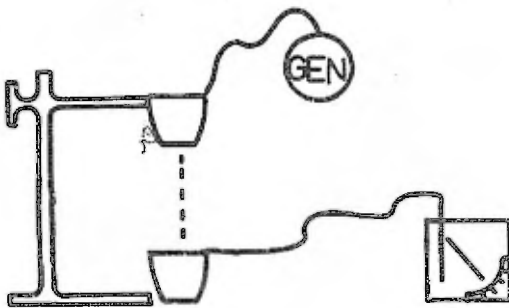

Fig. 1
1.- Indique el funcionamiento del aparato que se ilustra en la práctica e indique lo que se deduce de la práctica. (fig.1)